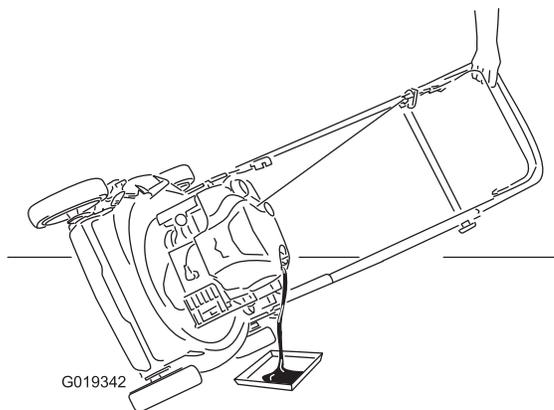

Bild 42
7. Kippen Sie die Maschine zur Seite, der Einfüllstutzen zeigt nach unten, um das Altöl über den Einfüllstutzen in eine Auffangwanne abzulassen (Bild 42).